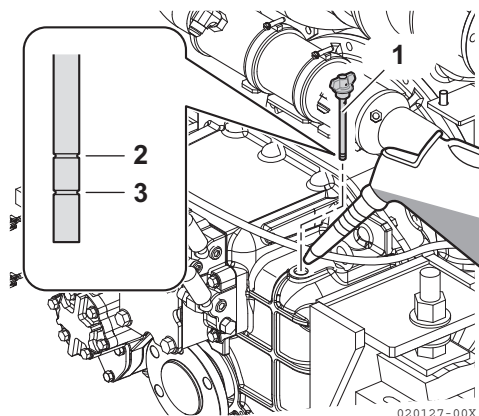

Figura 7
2. Retire el tapón de llenado (**Figura 7, (1)**) de la parte superior de la caja.
3. Retire la varilla de nivel (**Figura 7, (1)**) y límpiela con un trapo limpio.
5. Extraiga la varilla de nivel de aceite. El nivel de aceite debe encontrarse entre las líneas superior (**Figura 7, (2)**) e inferior (**Figura 7, (3)**) de la varilla de nivel.
3. Llene con aceite hasta el límite superior de la varilla de nivel (**Figura 7, (2)**). Consultar Especificaciones del aceite de inversor reductor marino en la página 74.